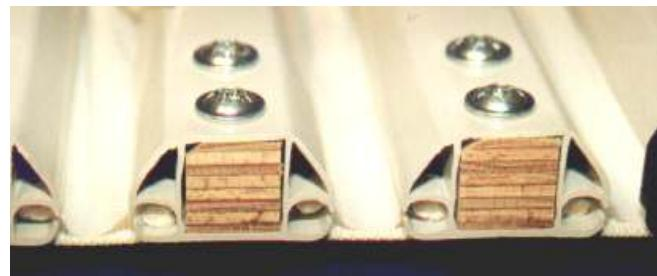

Bild 7, pic. 7, ill. 7
Die Kunststoff-Hohlkammerprofile sind mit Schichtholz (HE) oder Panzerholz (HP) verstärkt und erreichen dadurch eine ausgesprochen hohe Festigkeit (Bild 7). Außerdem ist eine absolut sichere Arretierung der Nadeln in der Latte gewährleistet. Ein Lösen der Nadeln und die damit verbundenen Beschädigungen in der Maschine ist verhindert. Außerdem können die Latten zu Wartungsarbeiten betreten werden. Je nach Anwendungsfall wird die entsprechende Lattenausführung eingesetzt (siehe Tabelle). Die Schraubverbindung von oben erlaubt ein Auswechseln der Latte bei Beschädigungen in der Maschine ohne Bandmontage.